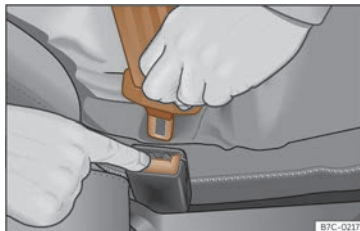

Fig. 14 Deixar anar la llengüeta del tancament del cinturó.
- Premeu la tecla vermella del tancament »» fig. 14. La llengüeta saltarà del tancament.